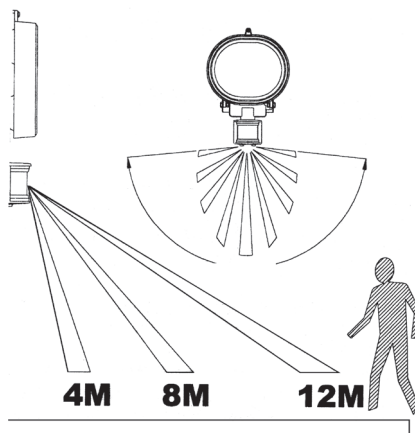

Fig. 1A
- Lämpligaste monteringshöjd är 1,8 till 2,5 meter över området som skall avsökas (Fig. 1A).